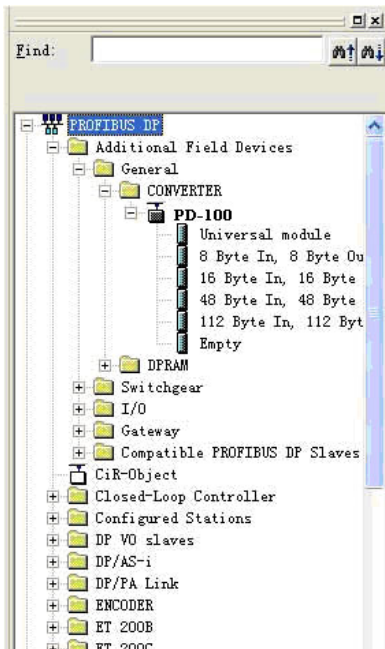

图 6
6. 您可以在这里找到您注册的设备, 右侧窗口/Profibus DP/Additional Field Devices/Converter/PD-100/, 如图 6 所示